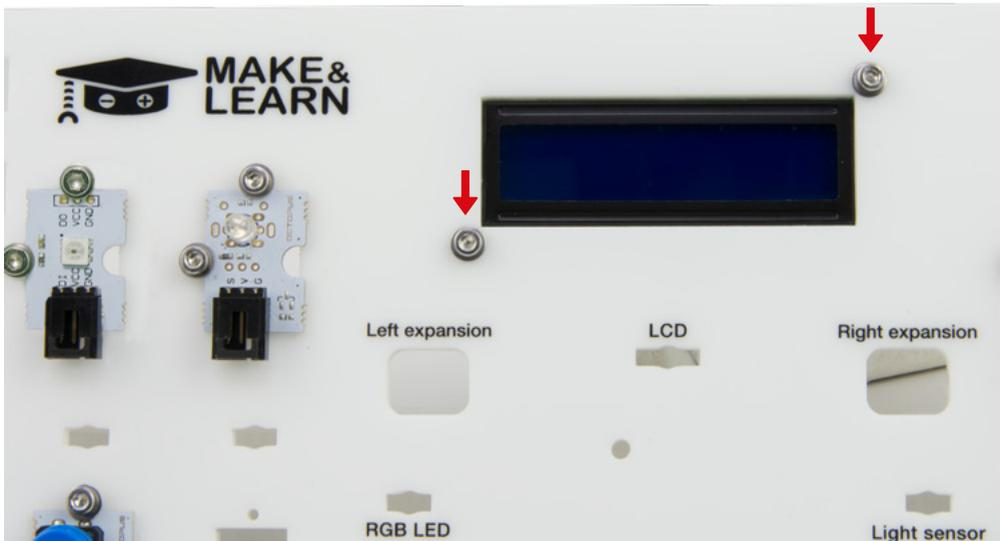

Bild 3
- 3.1 Setzen Sie die Dichtringe in die Schrauben und setzen Sie sie auf die in Bild 3 angegebenen oberen Löcher der Basis. Setzen Sie die Schrauben von unten ein.